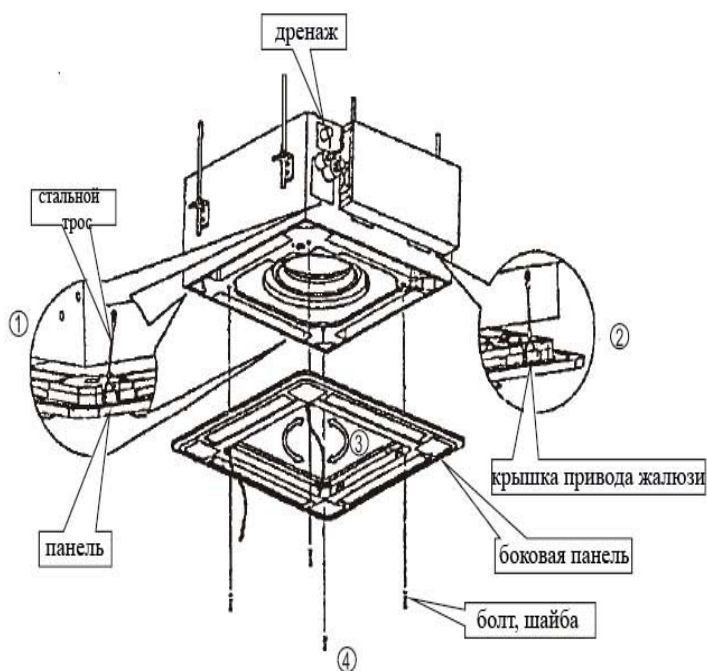

Рис.11
- Выкрутите болты, и снимите их. (рис.11)